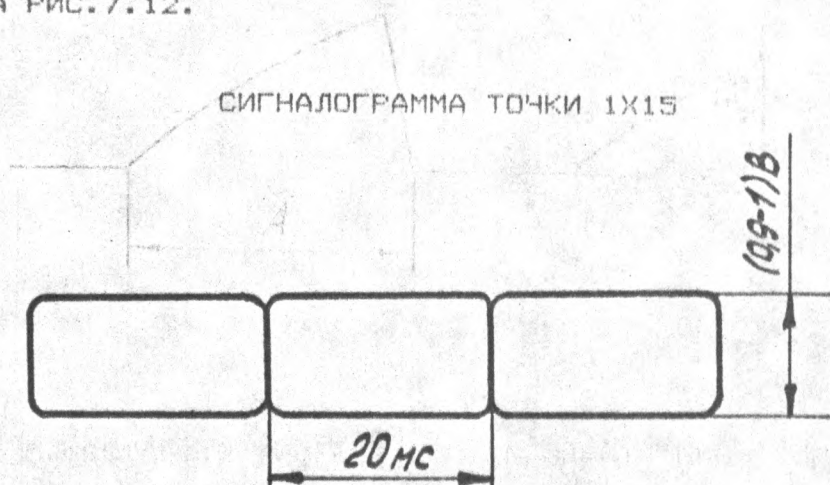

РИС.7.12
7.3.6.3. ПОДКЛЮЧИТЕ ОСЦИЛЛОГРАФ С9-1 К КОНТРОЛЬНОЙ ТОЧКЕ 1Х15 БВЗ АЗ, ВОСПРОИЗВЕДИТЕ ТОЛЬКО ЧТО СДЕЛАННУЮ ЗАПИСЬ И С ПОМОЩЬЮ РЕЗИСТОРОВ АЗ-1R54 И АЗ-1R136 ОТРЕГУЛИРУЙТЕ СИГНАЛ,КАК ПОКАЗАНО НА РИС.7.12.